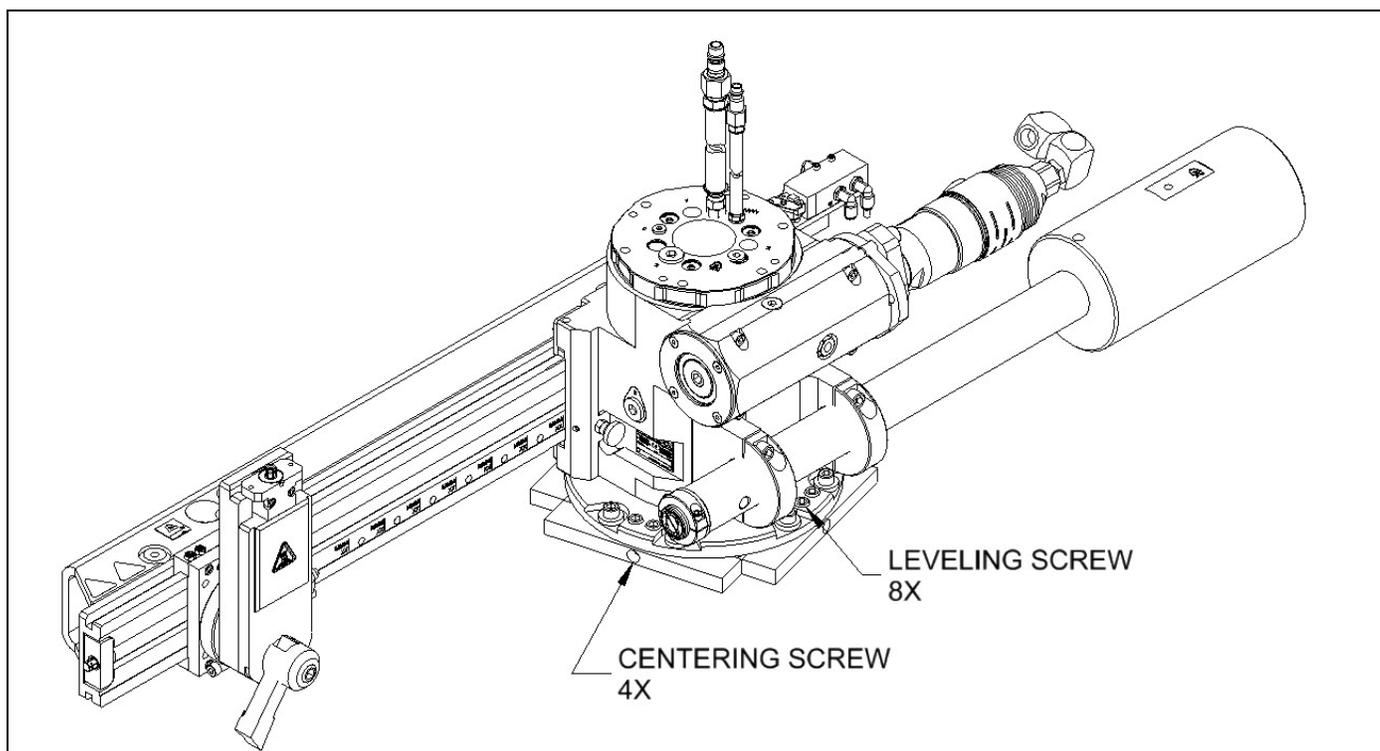

FIGURA 3-25. ENSAMBLAJE DEL SOPORTE EN SUPERFICIE FF6300
- Acople las patas verticales mediante el kit de sujeción por cadena de amarre exterior Climax (P/N 80622) (Figura 3-25). Apriete la cadena de forma homogénea a 50 ft-lbs (68 Nm). El kit de sujeción por cadena es un accesorio opcional; póngase en contacto con su representación Climax para más información.